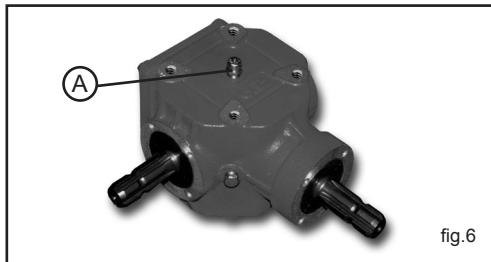

fig.6
4. Controlar el nivel de aceite en la caja de reducción (fig 6 - ref.A); esta operación se tiene que efectuar antes de iniciar a trabajar.